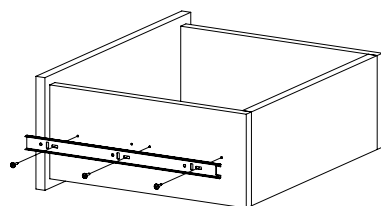

Рис.7
6. Внутренние планки телескопических направляющих закрепите на деталях 6, 7 при помощи шурупов 3,5x16 (Рис. 7).